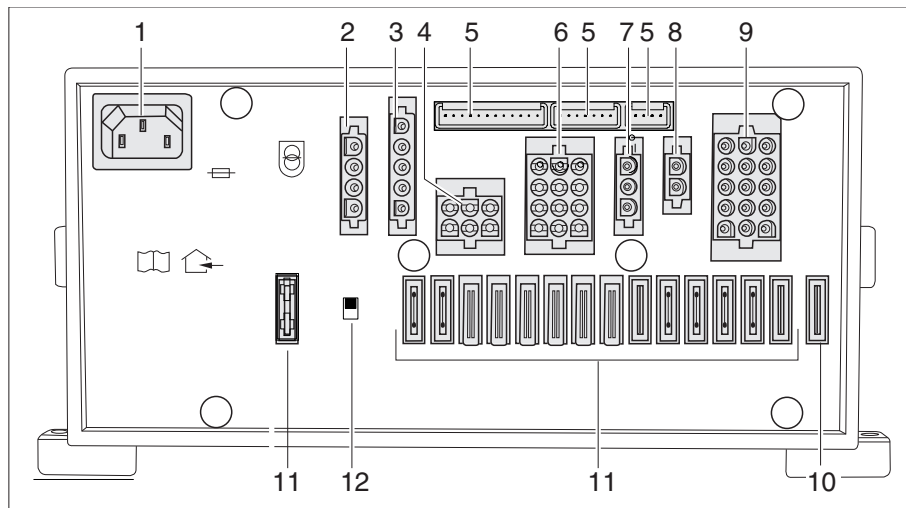

Fig. 262 Centralina elettrica (EBL 111)
- ▷ L'interruttore staccabatteria (Fig. 262,12) disconnette dalla rete a 12 V tutte le utenze collegate alla centralina elettrica.